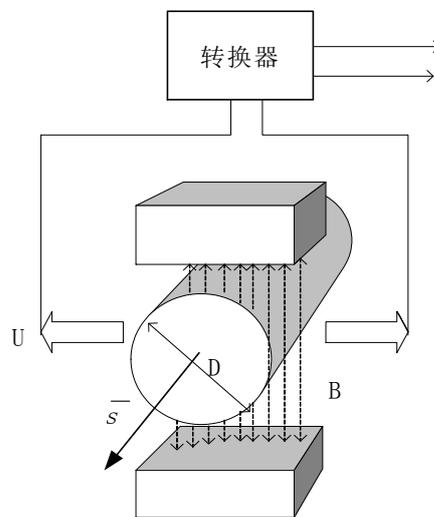

图 1.1 电磁流量计工作原理
在图 1-1 中，当导电流体以平均流速 V (m/s) 通过装有一对测量电极的一根内径为 D (m) 的绝缘管子流动时，并且该管子处于一个均匀的磁感应强度为 B (T) 的磁场中。那么，在一对电极上就会感应出垂直于磁场方向和流动方向的电动势 (E)。由电磁感应定律可写做 (1) 式：